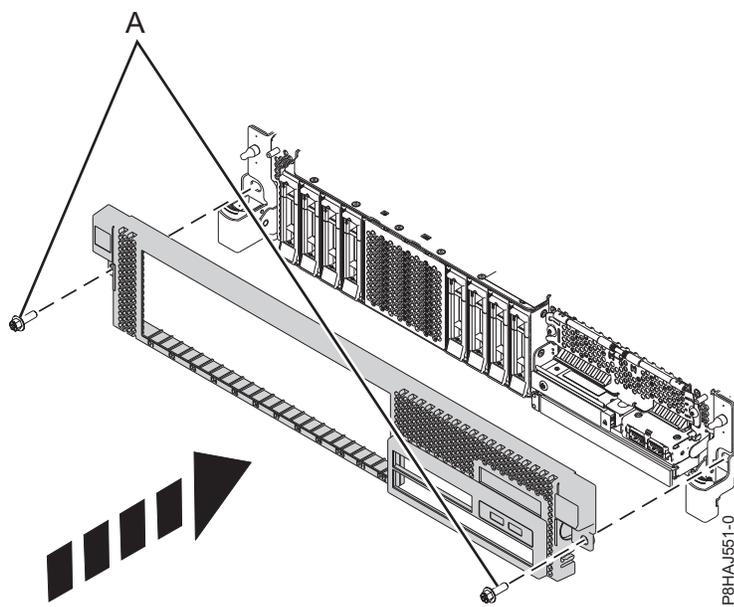

Abbildung 15. Vordere Abdeckung installieren
3. Verriegeln Sie die Entriegelungshebel in die in Abb. 15 auf Seite 35 dargestellte Richtung. Die Abdeckung schnappt ein und weist eine Vertiefung auf, an der Sie sie leichter festhalten können.
4. Bringen Sie die Transportschrauben (A) wieder an.